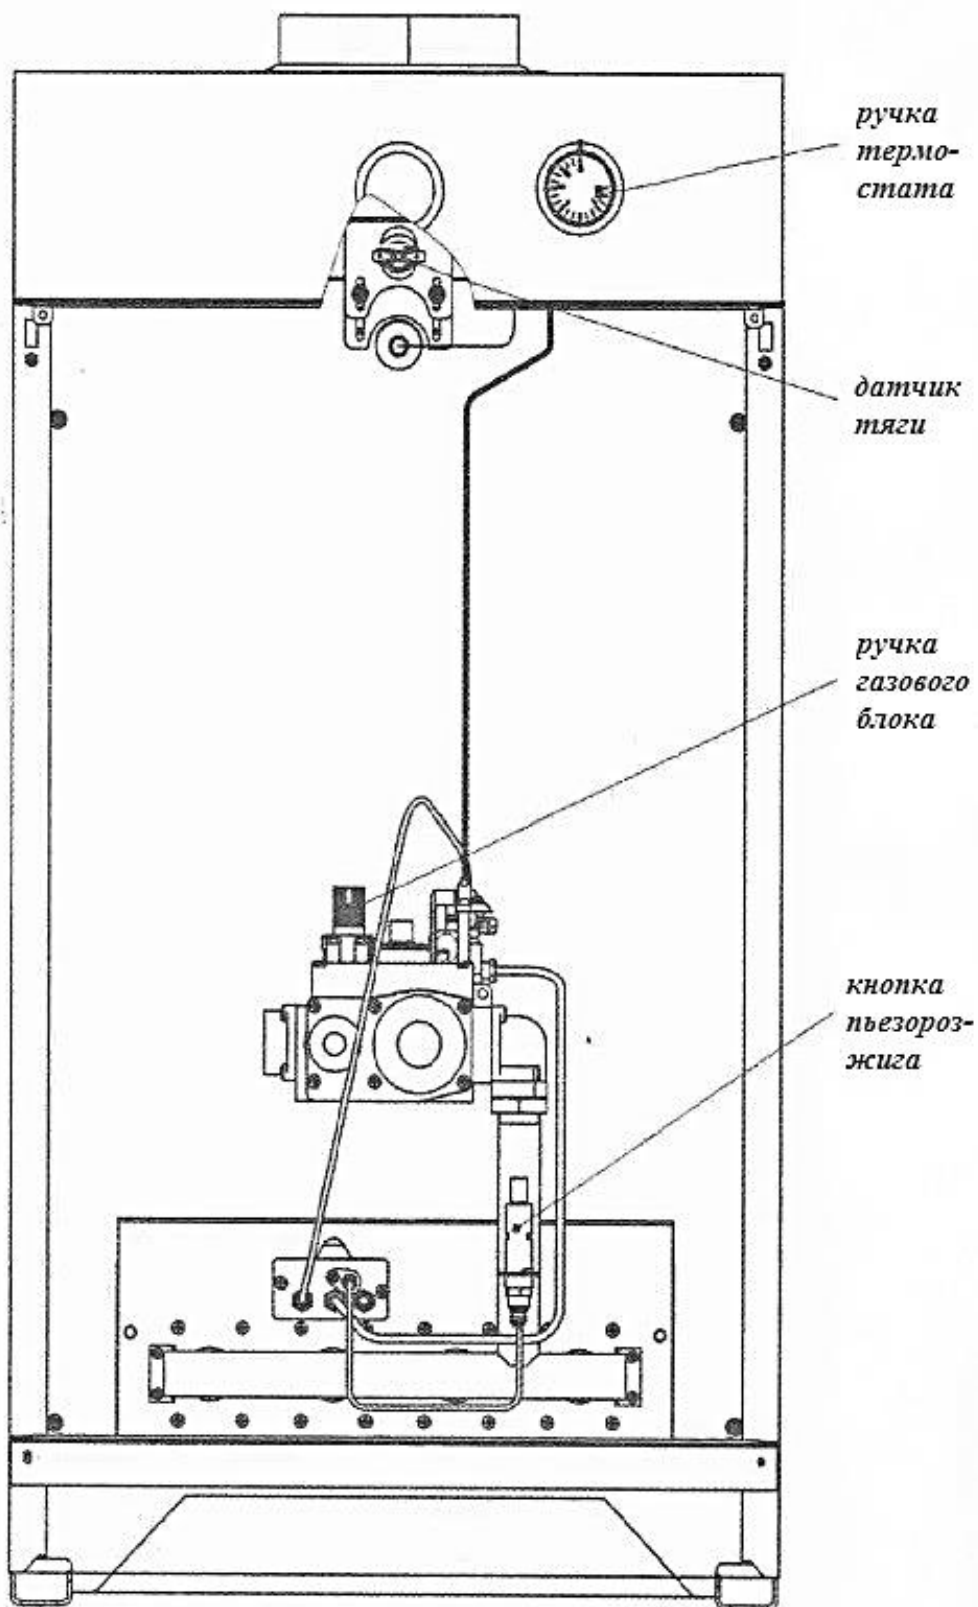

Рис. 11. Особенности котлов Батыр 35; 40; 50; 60 с газовым блоком SIT 820 NOVA MV (дверца не показана)
- 8.4.3. Нажать на ручку до упора и, удерживая её, произвести 2-3 нажатия на кнопку пьезорозжига (см. рис.11). Допускается розжиг производить спичкой через смотровое окно.